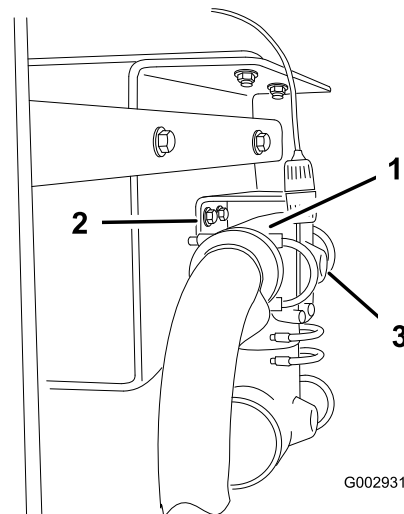

Figura 23
9. Desmonte os dispositivos de fixação do T situados por trás da válvula de alimentação da rampa, para que o T se desloque para baixo, ficando suspenso nos tubos (Figura 23).
10. Faça, com cuidado, um furo (com 6 mm de diâmetro) na face do pórtico existente na parte traseira do T (Figura 23).